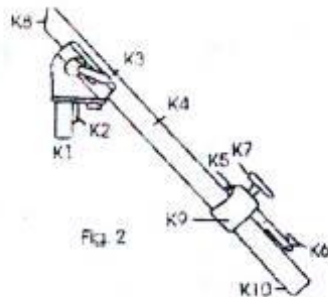

Fig. 2
4. Libere as alavancas T3 e T6 segure o tambor indicador F contra a parada e, a partir da posição zero posicione o braço oscilante em meia posição do angulo do ponto desejado (ver Fig.2).
2. Libere a alavanca T2 usando a escala S2, posicione o cortador para o ângulo posterior de inclinação desejado; aperte a alavanca T2, ver Fig.2.
avance o cortador em direção do rebolo por meio do parafuso de ajuste preciso H. Isso produzirá o ângulo posterior de inclinação desejado em uma operação positivamente controlada (ver Fig.2). No final das operações na borda lateral e na borda de corte, uma pequena ranhura deve permanecer na borda.
2. Libere a alavanca T2; use a escala S2 para posicionar o dispositivo de fixação no ângulo posterior de inclinação desejado; aperte a alavanca T2. Aperte a alavanca T4; Libere a alavanca T7; mova o dispositivo de fixação a longo guia tubular para trazer o cortador em contato visual com o rebolo; aperte a alavanca T7, com cuidado para manter a marda indicadora do eixo vertical de aperto alinhado com a guia tubular; Libere a alavanca T4.(ver Fig.2)
Para a montagem do conector (ver Fig.2), conecte um coletor de mola de 12 mm (1/2") para localizar o pino 1 e inserir o coletor na corrediça do cabeçote indicador da abraçadeira do cabeçote indicador, introduzindo o pino de retenção 2 no furo do medidor de ajuste lateral direito. A parada ajustável 5 possui uma superfície plana de um lado para suporte da broca helicoidal de 3 a 18mm (1/8" a 11/16") de diâmetro. A broca é presa manualmente contra a parada 5 e a V-guide montada no eixo 4 durante a perfuração (Fig.1). Depois de despontar o parafuso 7, a parada 5 com o anel 999 pode ser retirada (pressionar o trinco 10) e montada na posição reversa. Esse procedimento permite prender brocas pequenas (3 a 6mm ou 1/8" a 1/4" dial.) por meio de um parafuso 6, uma vez que a experiência tem mostrado que essas brocas são difíceis de serem presas por operação manual.